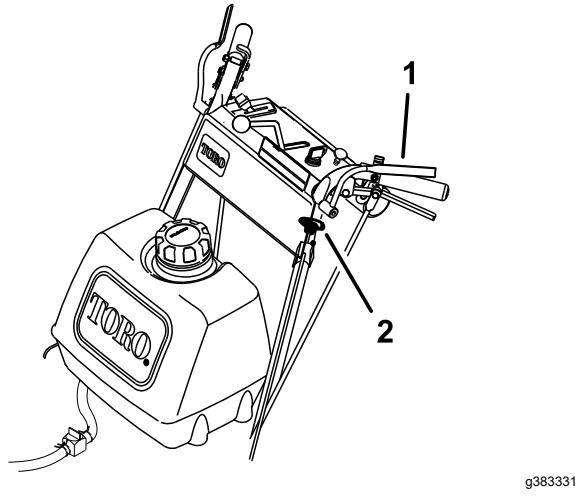

Bild 10
1. Drücken Sie die Hebel der elektronischen Sicherheit gegen die Holmgriffe (Bild 10).
2. Ziehen Sie den Zapfwellenantriebsschalter (ZWA) nach oben und halten Sie die Hebel der elektronischen Sicherheit gegen den Holmgriff (Bild 10).